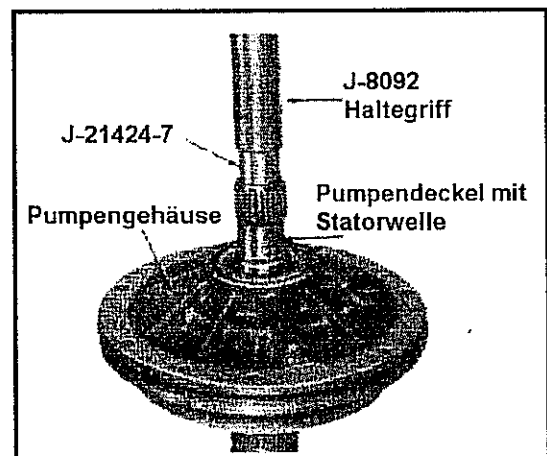

Abb. 10-176 Montage der Buchse vorne an der Statorwelle
- Die Pumpe auf J-121424-17 lagern, bevor die Buchse angesetzt wird. Die Buchse am vorderen Ende der Statorwelle ansetzen. Mit Spezialwerkzeug J-21424-7 auf Haltegriff J-8092 die Buchse auf die Statorwelle treiben, bis diese 6,5 mm unterhalb der Stirnfläche der Statorwelle liegt. Siehe hierzu Abb. 10-176. Hierbei unbedingt beachten, daß die Buchse nicht über den Absatz getrieben wird.